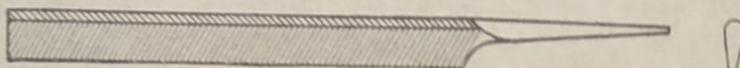

Рис. 1
2. По форме поперечного сечения для заточки лучковых и двуручных пил принятые напильники: ромбический, трехгранный и плоский с овальными ребрами, а для углубления пазух — круглый. В дальнейшем будет испытан напильник оригинальной формы (рис. 1), комбинированный из частей ромбического и круглого напильников. Этим напильником с успехом можно затачивать зубья и